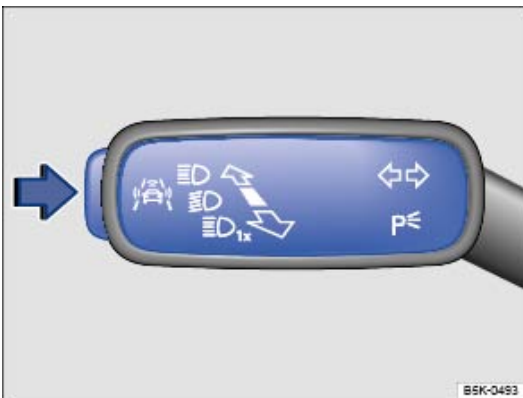

Fig. 22 Sur le levier des clignotants et de l'inverseur-codes, à gauche sur la colonne de direction : touche des systèmes d'aide à la conduite
- Appuyez sur la touche \Rightarrow *Fig. 22* dans le sens de la flèche pour accéder au menu **Syst. assistance**.